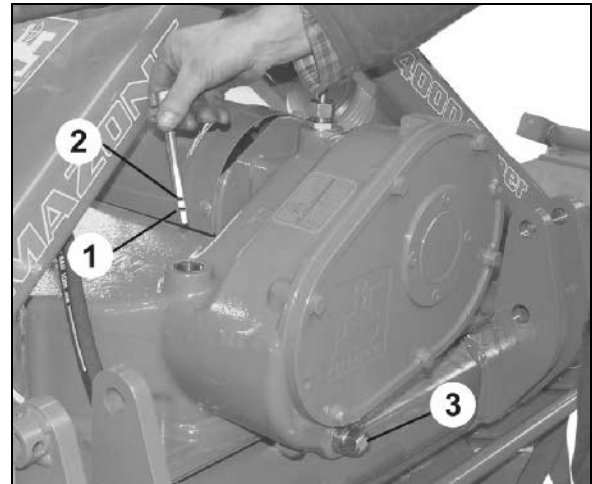

Рис. 63
- между метками (Рис. 63/1, 2);
- у агрегатов с масляным радиатором: на верхней метке (Рис. 63/2).
Установите под редуктором подходящий сосуд для приема масла, перед тем как открыть резьбовую пробку маслосливного отверстия (Рис. 63/3).
**Редуктор снабжен маслоуказательным щупом (Рис. 63/1), одновременно обеспечивающим выпуск воздуха. Выпуск воздуха всегда должен обеспечиваться, иначе редуктор может дать утечку!**